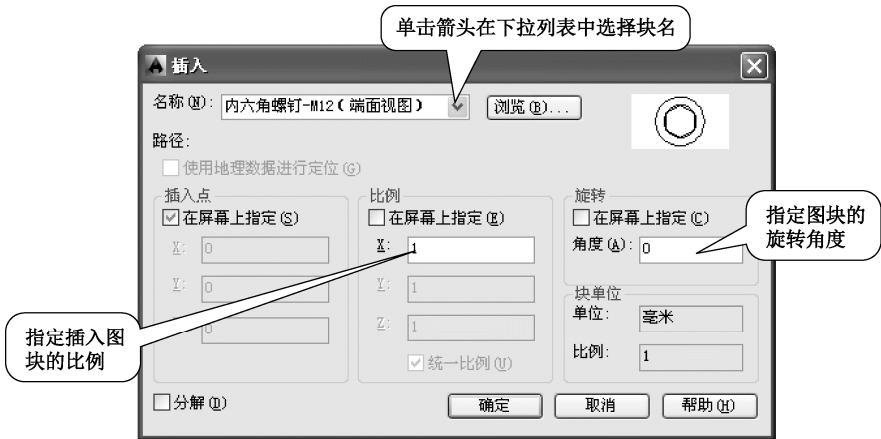

图 6-5 “插入”对话框
(1) 单击“默认”选项卡下“块”面板中的“插入”按钮，弹出“插入”对话框，在“名称”下拉列表中选择“内六角螺钉-M12（端面视图）”，设置比例值为“1”，旋转角度为“0”，如图 6-5 所示。
执行上述命令后，将弹出“插入”对话框，如图 6-5 所示。在该对话框“名称”下拉列表框中选择要插入的块名；指定插入点、比例和旋转角度；单击“确定”按钮，返回绘图区指定插入点，即可完成块的插入操作。